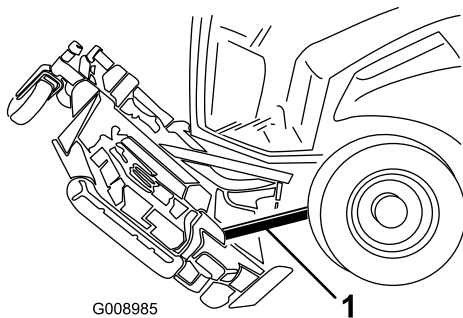

Bild 89
- Schieben Sie ein Holz (2 x 4) zwischen das Heckmähwerk und die Maschine (Bild 89).